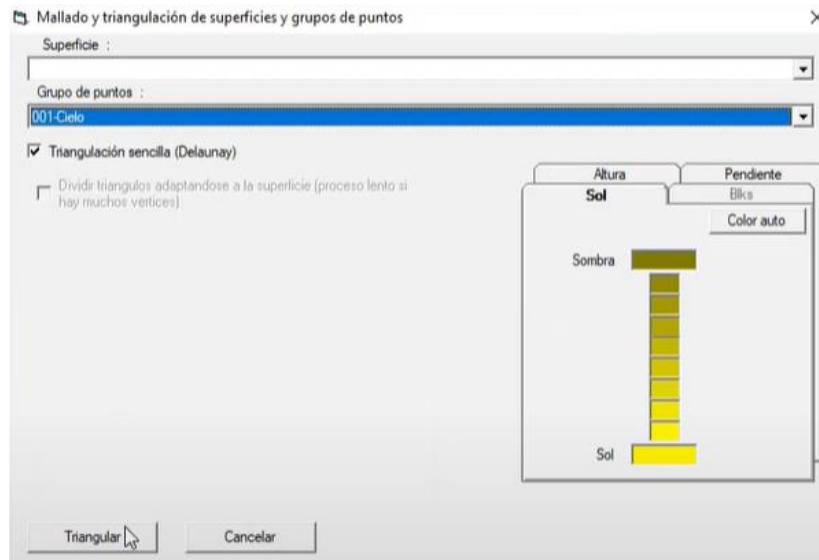

Figura 472. Triangulación sencilla.
38. En la ventana emergente, seleccionar el grupo de puntos correspondiente al jardín, seleccionar la opción “Triangulación sencilla” y presionar “Triangular”. Figura 472.